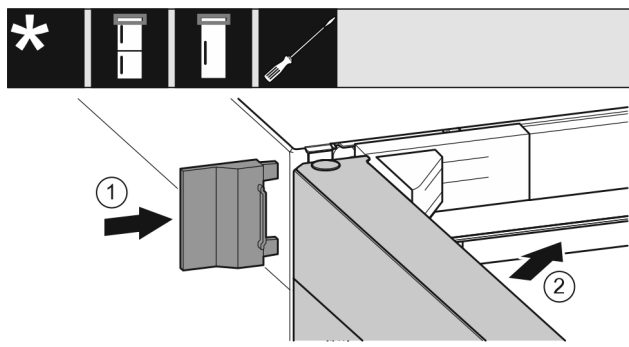

Fig. 24
- Navlecite zunanji pokrov Fig. 24 (1).
- Zaprite zgornja vrata Fig. 24 (2).